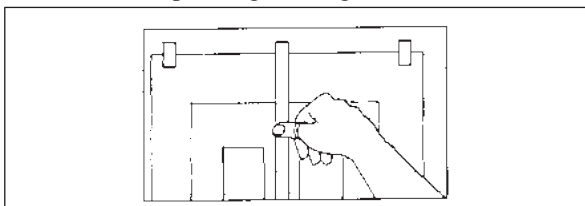

Fig. 14
2. Applicare da 2,5 cm a 5 cm di cerniera di nastro sul centro della grafica, verticalmente o orizzontalmente. Fig. 14